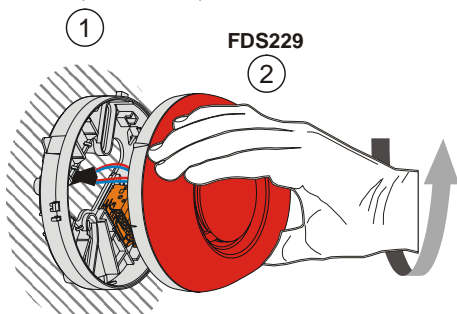

Fig. 1
2. Screw in the alarm sounder FDS229 into the detector base by hand until it snaps in (Fig. 1).
2. Drehen Sie den Alarmtongeber FDS229 von Hand in den Meldersockel ein, bis er einrastet (Fig. 1).
2. Tourner le diffuseur sonore FDS229 à la main dans l'embase de détecteur jusqu'à ce qu'il s'encliquette (fig. 1).
2. Enrosque la sirena de alarma FDS229 manualmente en el zócalo del detector hasta que esta encaje (Fig. 1).
2. Avvitare manualmente la sirena d'allarme FDS229 nella base del rivelatore finché si arresta in posizione (Fig. 1).